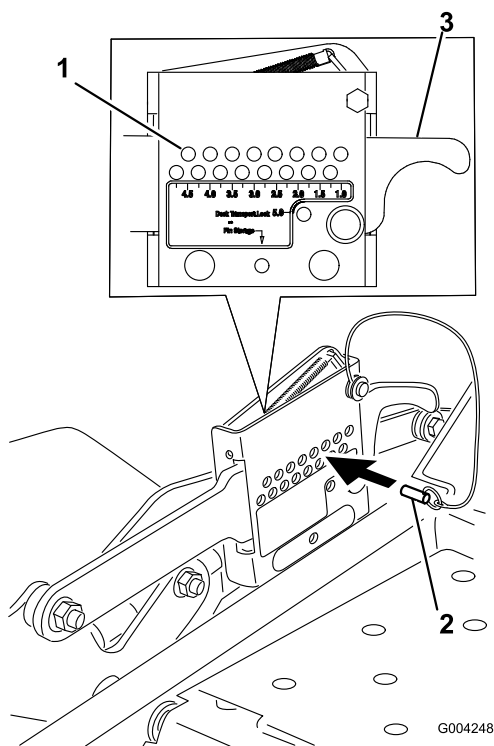

Figure 15
1. Relevez le levier de sélection de hauteur de coupe en position de transport (qui correspond aussi à la hauteur de coupe de 125 mm) (Figure 15).
2. Pour changer de hauteur de coupe, retirez l'axe de chape du support de hauteur de coupe (Figure 15).
3. Placez l'axe de chape dans le trou du support correspondant à la hauteur de coupe voulue (Figure 15).